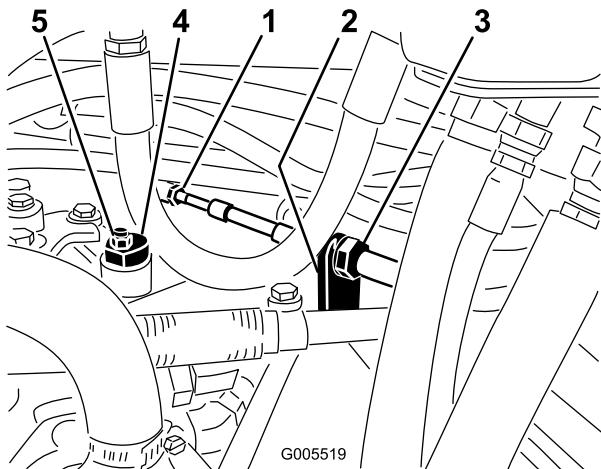

Figure 54
A. Desserrez les écrous de blocage qui fixent le câble de commande de transmission à la cloison sur l'hydrostat (Figure 54). Desserrez les écrous de blocage uniformément et suffisamment pour permettre le réglage.
- Remarque:** Desserrez l'écrou de fixation de l'excentrique en haut de l'hydrostat (Figure 54).
Lorsque la route arrête de tourner, serrez l'écrou pour bloquer l'excentrique et le réglage (Figure 54). Vérifiez le réglage avec la commande d'accélérateur en position bas régime, puis haut régime.
- D. De chaque côté de la cloison, serrez les contre-écrous uniformément pour fixer le câble de transmission à la cloison (Figure 54).